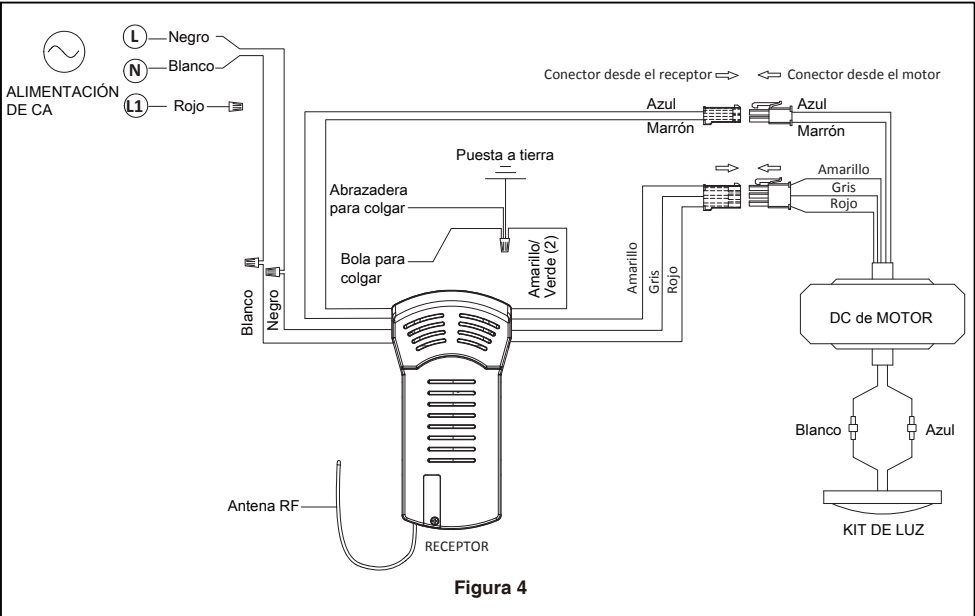

Figura 4
3. Realice las conexiones de cables al bloque del terminal como se muestra en la Figura 4. Conecte el conector de 2 clavijas desde unidad del motor conexión a la receptor, instale el conector de 3 clavijas desde unidad del motor conexión a la receptor.